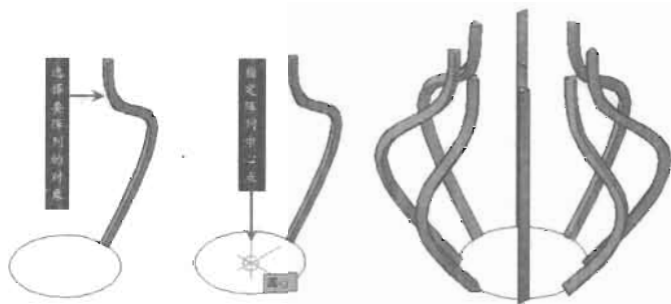

图 14-52
(1) 根据原始文件路径打开图形。
(2) 在命令提示行输入 3darray 命令并回车，环形阵列实体模型，如图 14-52 所示，命令执行过程如下。